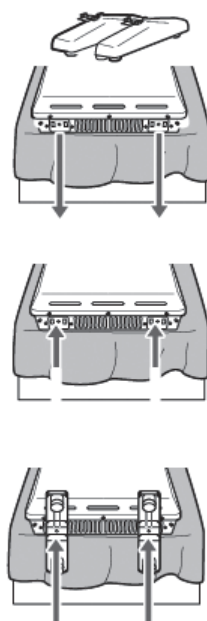

Рис. 6
4. Переверните конвектор, чтобы его нижняя часть оказалась сверху (рис. 6).